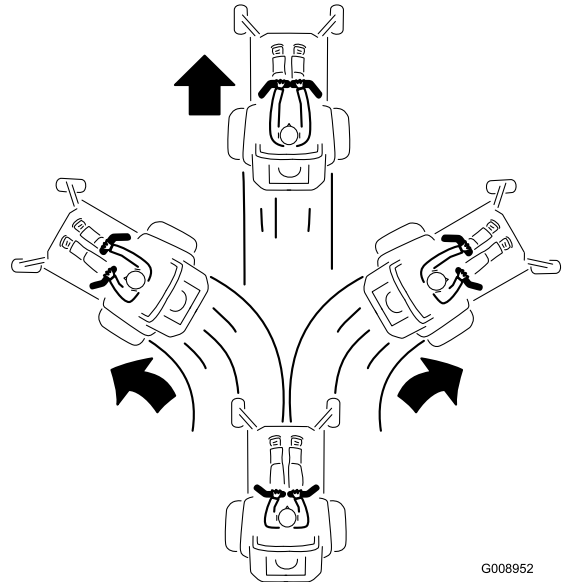

Figure 15
2. Pour vous déplacer en marche avant, poussez lentement les leviers de commande de déplacement vers l'avant (Figure 15).
Pour vous déplacer en ligne droite, appliquez une pression égale sur les deux leviers de déplacement (Figure 15).
Pour tourner, relâchez le levier de commande correspondant à la direction que vous voulez prendre (Figure 15).